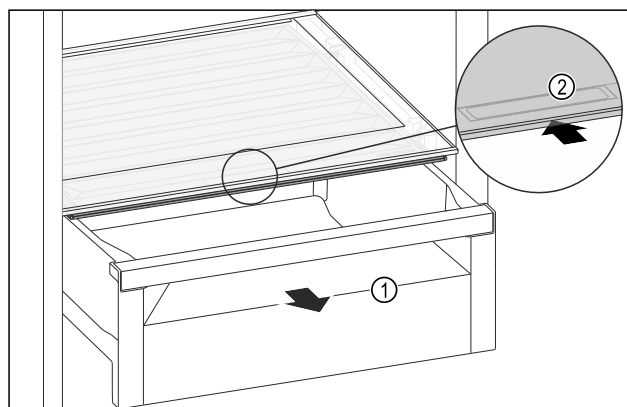

Fig. 104
- ▶ Vytiahnite zásuvku Fig. 104 (1).
- ▶ Uchopte priehľbinu na rukoväť Fig. 104 (2) na veko zásuvky a súčasne tlačte veko zásuvky dozadu.